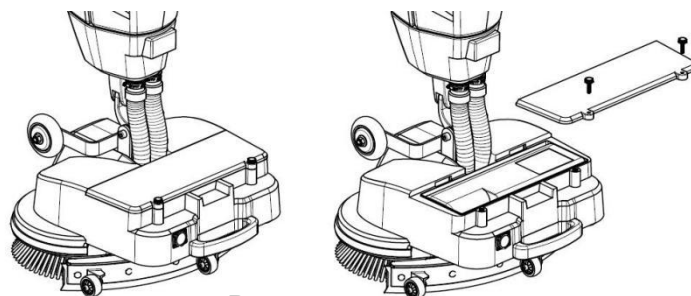

Рис.4
3. Подключите кабель питания. Открутите два винта крышки аккумуляторного отсека и откройте крышку. Подключите соединительный кабель аккумулятора. Установите крышку на место и закрутите винты (Рис.4).